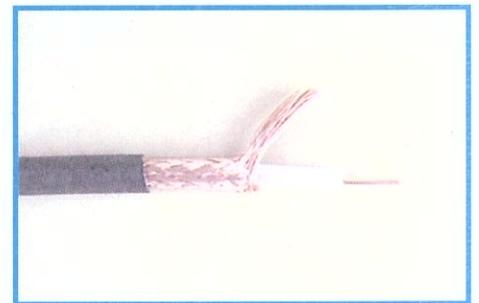

Figura 11 - Cabo de antena de 75Ω.
**Fio de descida de antena de 75Ω:** mais conhecido como cabo coaxial, o mesmo, apesar de empregado com finalidade semelhante a do fio de antena, possui características que torna-o mais adequado ao uso em conjunto com antenas externas, pois a captação de interferências é relativamente dificultada. Este tipo de fio pode ser visto na figura 11.